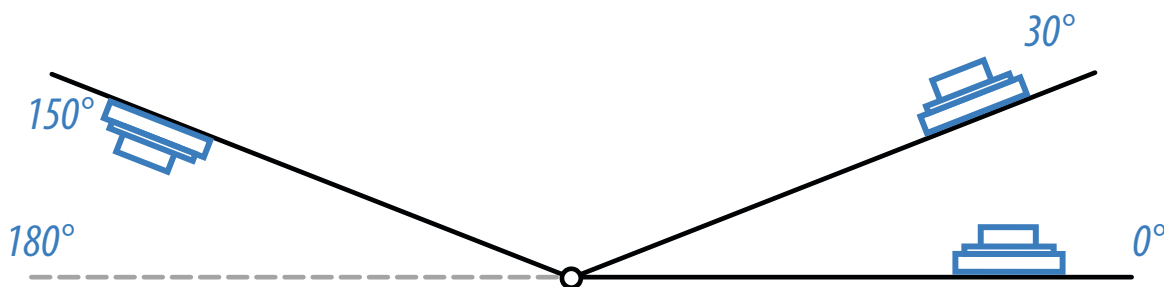

Рис.4. Диапазон измерения угла на вращающемся рычаге.
- Измерение угла осуществляется от 0° до 180° (см. **Рис.4**). Аналогичные углы наклона будут при вращении рычага ниже оси вращения.